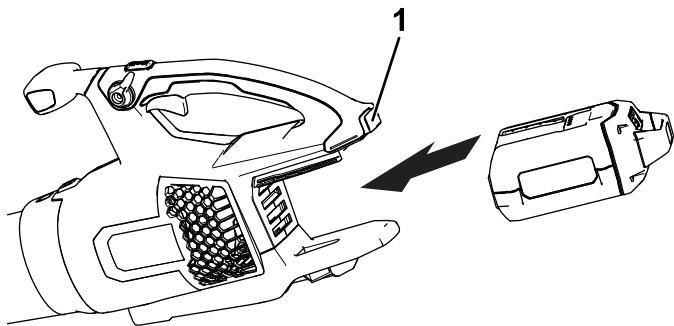

Figure 5
2. Alignez le creux de la batterie sur la languette du corps du manche (Figure 5).